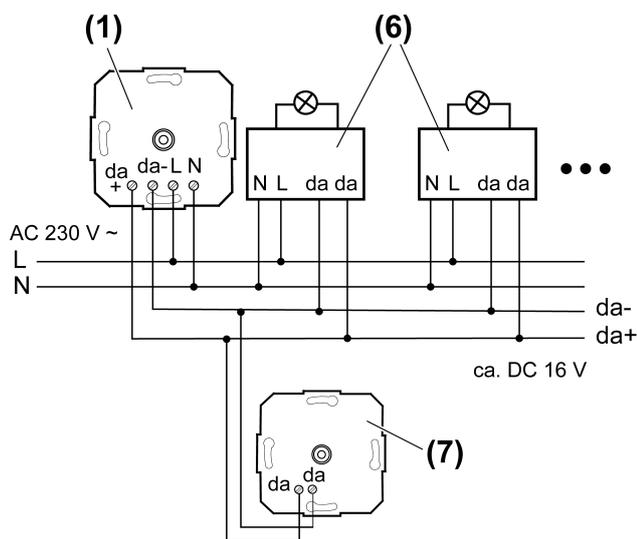

Imagen 3
- (1) Potenciómetro DALI con fuente de alimentación
- (6) Elementos DALI p.ej. balasto electrónico DALI
- (7) Potenciómetro DALI sin fuente de alimentación
- Conectar potenciómetro DALI y balasto electrónico DALI según el ejemplo de conexión (Imagen 3). Deben tenerse en cuenta las indicaciones del fabricante del balasto electrónico.